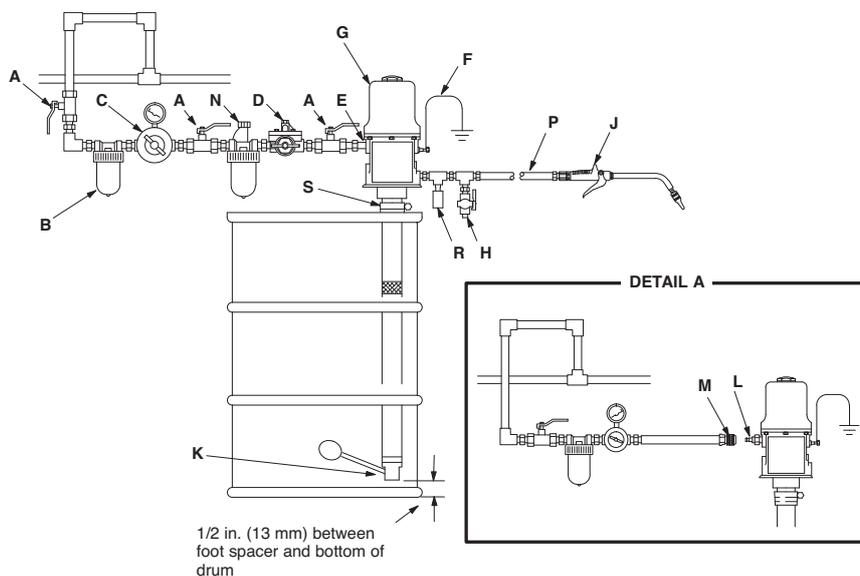

図 2: 代表的な設置例
1. ポンプの流体吸入口が 1/2 インチ (13 mm) ドラムの底から離れるようにドラムカバーにポンプを取り付けます。(図 2)
次の手順については、図 2 を参照してください。
注: 次の図に示されている順番で、エアラインアクセサリーを取付けます図 2。
2. エアラインブリークエーター (N) によって、自動的にエアモーターに潤滑剤を供給します
3. ブリード型マスターエアバルブ (A) を取り付けて、バルブとポンプの間に残っている空気を取り除きます。代替として、エアラインクイックディスクコネクタコブラー (M) と取り付け金具 (L) を取り付けてエアブリードデバイスとして使用できます。図 2 を参照してください。
4. ポンプのディスペンスバルブ側にサーマルリリースキット (K) を取り付けます。
5. ポンプのスピードと圧力を調整するためにエアレギュレーター (C) を設置して下さい。
6. エアラインフィルター (B) は、圧縮された給気から有害な砂や汚染物質を取り除きます。整備時にアクセサリーを隔離するために、メインエアライン (A) に追加のブリード型エアバルブを取り付けます。
7. ポンプ液体吐出口の近くにドレンバルブ (H) を取り付けます。
8. 適切な流体ホース (P) とディスペンスバルブ (J) を取り付けます。